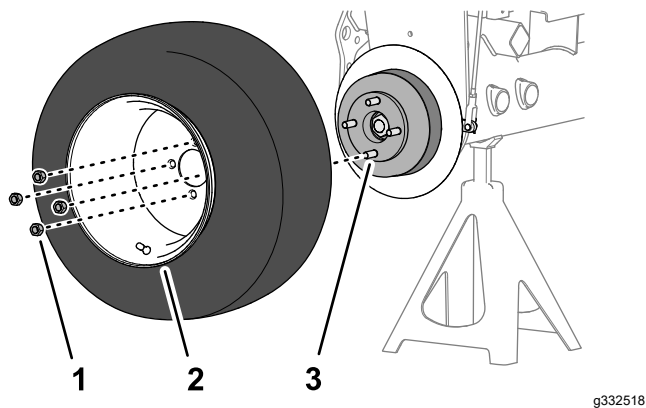

図 74
1. 前輪をハブに固定しているラグナット4 個を外して前輪を取り外す **図 74**。